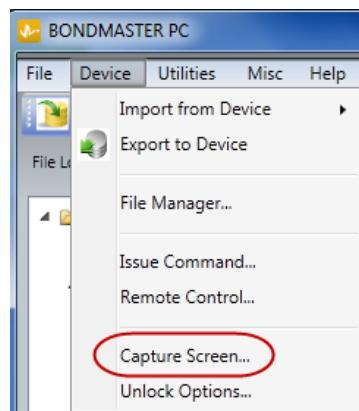

Рис. 7-1 Меню Device (Устройство) BondMaster PC
3. В меню **Device** (Устройство) выберите **Capture Screen** [Экранный снимок] (см. Рис. 7-1 на стр. 182).